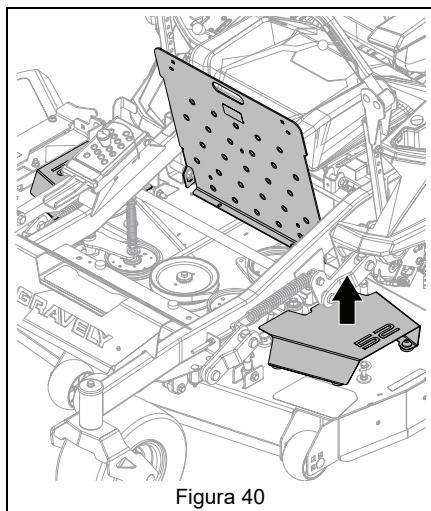

Figura 40
3. Quite las tapas de la correa. Consulte Figura 40.